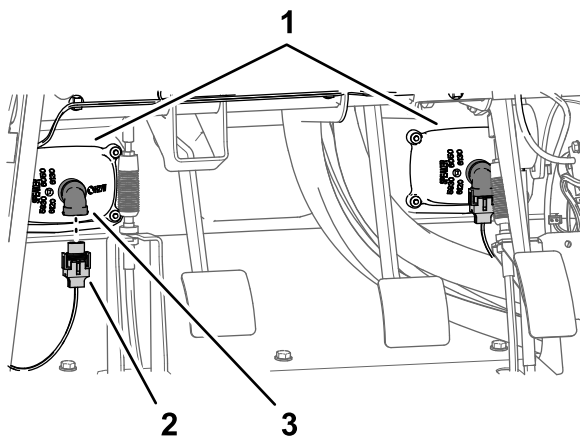

Рисунок 217
- Подсоедините 2 электрических разъема (2-гнездовых) жгута проводов машины к 2-штыревым разъемам левой и правой фар (Рисунок 217).
1. Совместите внутренний кожух крыла с левой верхней и левой нижней трубами рамы (Рисунок 217).